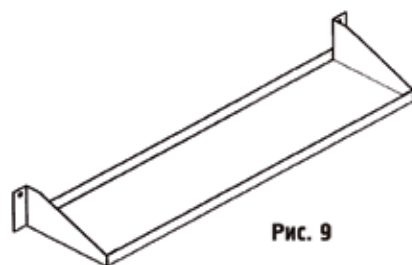

Рис. 9
- полка универсальная (Рис. 9);